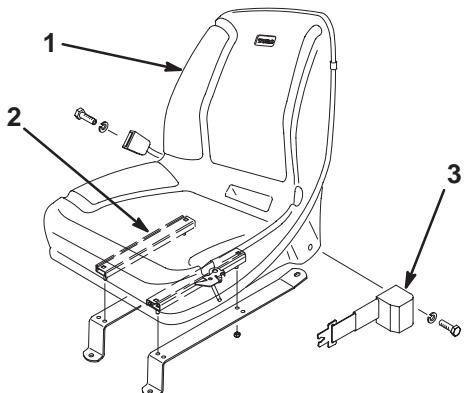

Figure 4
2. Fixez les brides de montage aux dispositifs de réglage du siège avec 4 écrous à collet (siège standard) ou 4 boulons, rondelles plates et écrous à collet (siège de luxe) (Fig. 4). La visserie de montage est fournie avec les kits sièges.
3. Fixez la ceinture de sécurité dans les trous situés de part et d'autre du siège avec 2 boulons et rondelles-freins (siège standard) ou 2 boulons et contre-écrous (siège de luxe) (Fig. 4). La visserie de montage est fournie avec les kits sièges.